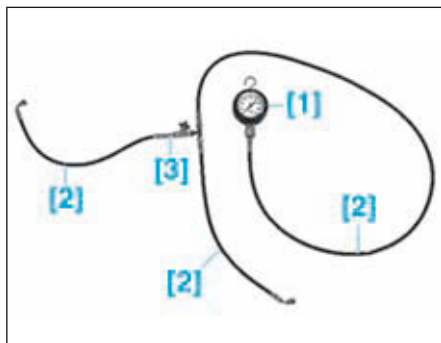

FIG.21
- Assembler les outils [1], [2] et [3] (Fig.21).